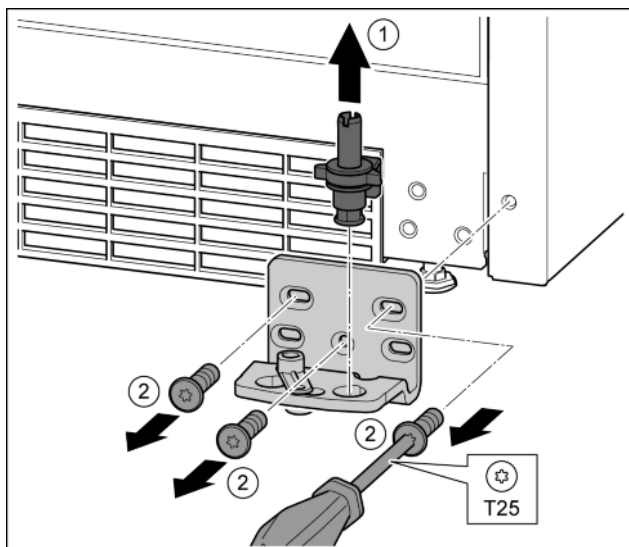

Fig. 15
- ▶ Kompletną płytkę zawiasu wyjąć w górę. Fig. 15 (1)
- ▶ Śruby wykręcić przy pomocy śrubokręta T25 i zdjąć płytkę zawiasu Fig. 15 (2)